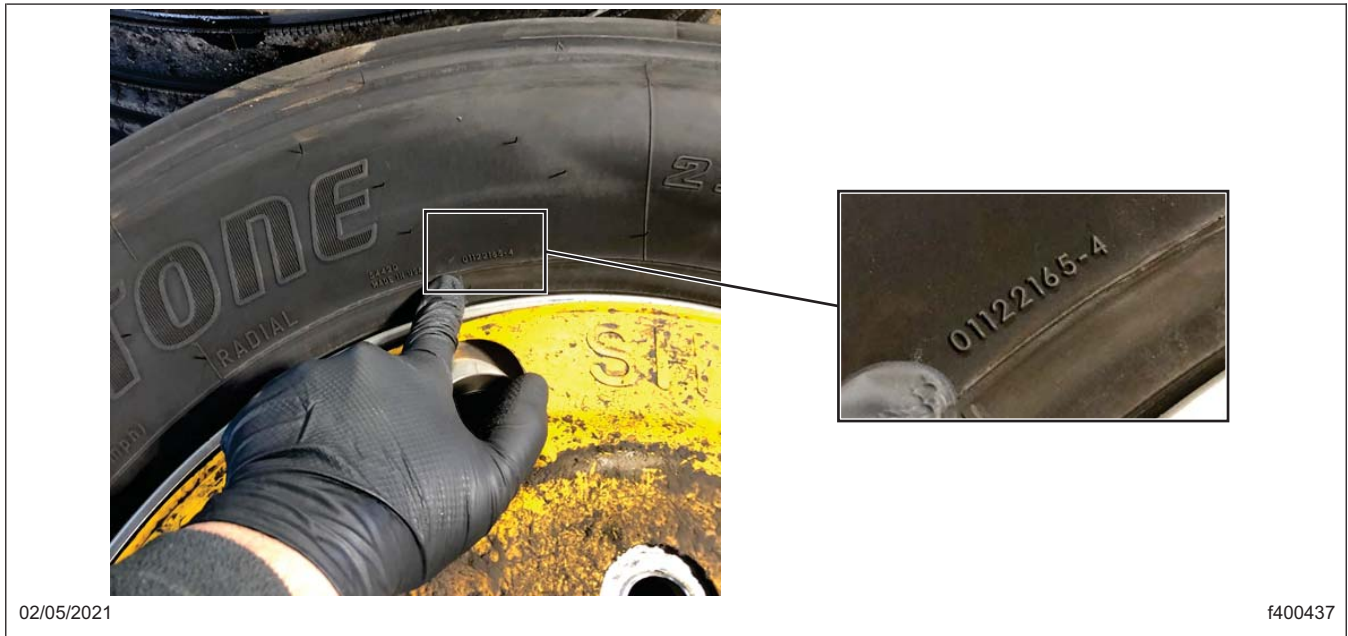

Fig. 6, Emplacement du DOT TIN Bridgestone
- Repérez le numéro d'identification du pneu (DOT TIN) sur chaque pneu. Reportez-vous à la **Figure 6**.